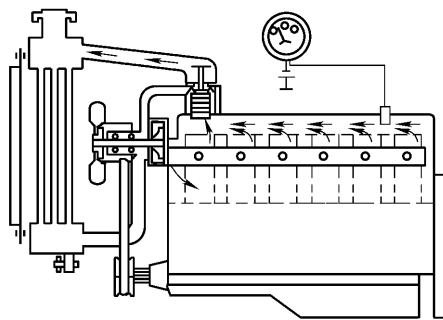

图 6-18 大循环
(2) 大循环 (图 6-18) 当冷却液温度较高时 (80°C 以上) 时, 节温器打开, 冷却液循环路线: 水泵→机体、缸盖水套→缸盖水套出水管→节温器→散热器→水泵。由于冷却液经过散热器, 冷却液将从机件吸收的热量散发到大气中去, 有效地控制了发动机温度。